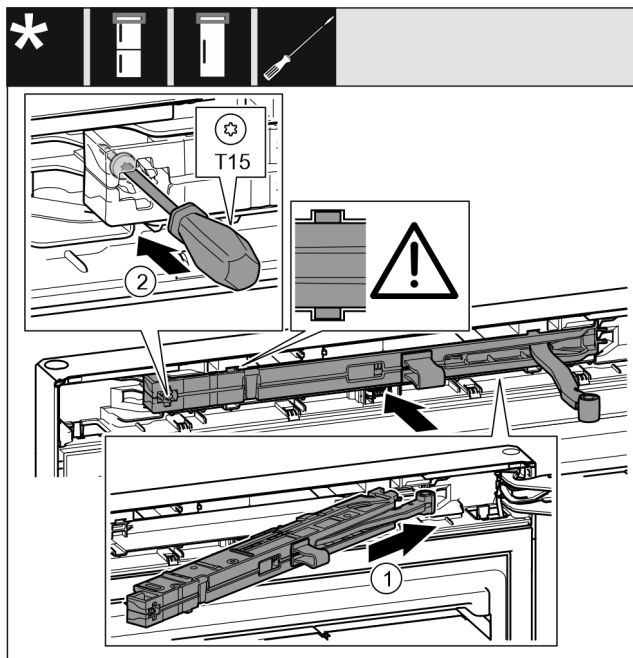

Fig. 47
- ▶ 将托架侧面的关门阻尼单元倾斜插入凹槽直至止挡装置。 Fig. 47 (1)
► 用 T15 螺丝刀拧紧螺钉。 Fig. 47 (2)